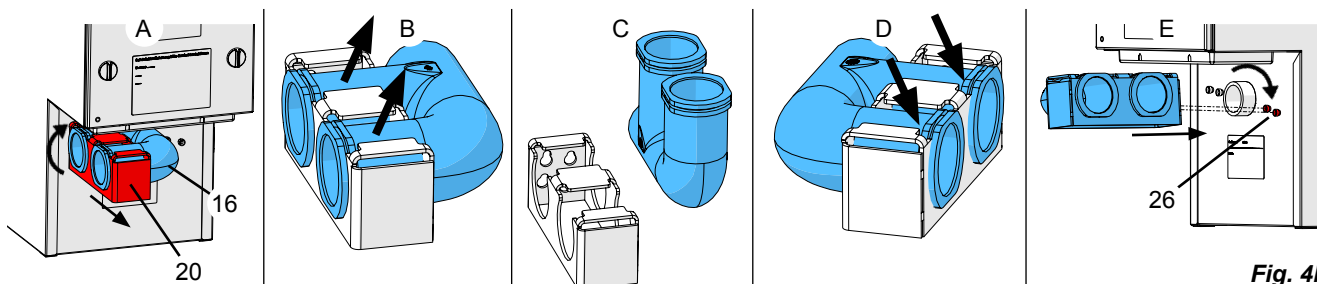

Fig. 4b
- ⇒ Emboîter le coude d'aspiration (16) sur le raccord d'aspiration de l'appareil et accrocher le support (20) aux vis de retenue (26, Fig. 4b).